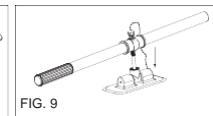

FIG. 9
- Unire i remi alle scalmiere e fissarli in posizione (FIG.9 & 10)